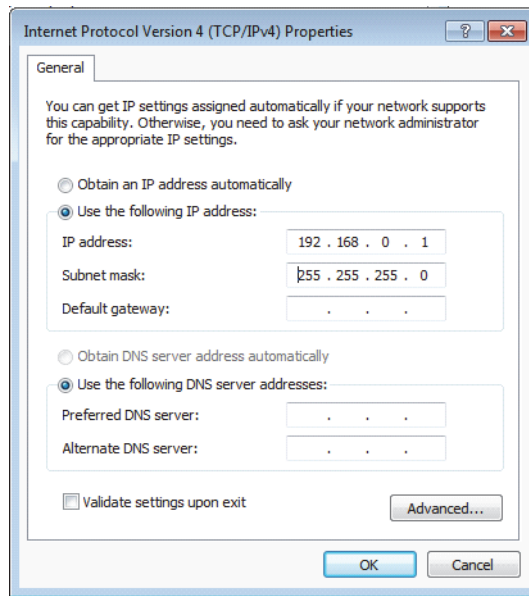

Рис. 7-23 Окно Протокол интернета версии 4 (TCP/IPv4): Свойства (Windows 7)
7. В диалоговом окне **Internet Protocol Version 4 (TCP/IPv4) Properties** выберите **Use the following IP address** [Использовать следующий IP-адрес] (см. Рис. 7-23 на стр. 237).